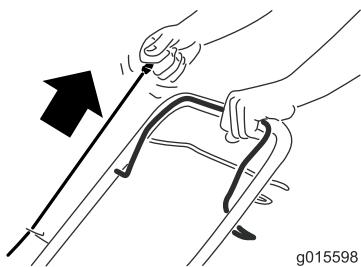

Figura 17
2. Puxe o manípulo do arrancador de retrocesso (Figura 17).